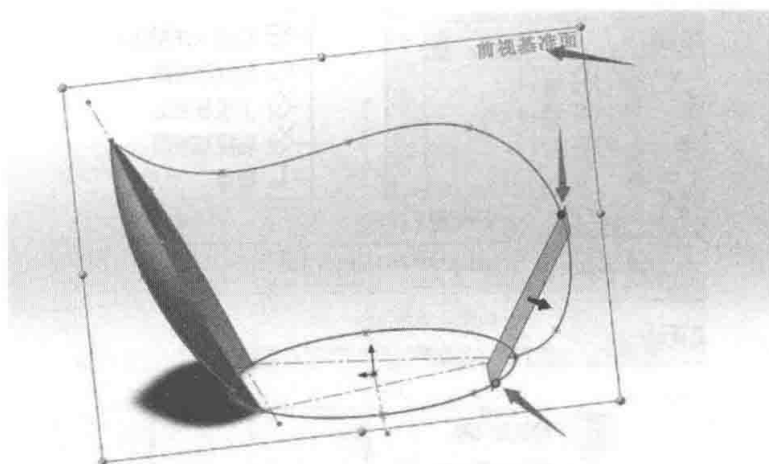

图 3-52 新建基准面 2
- (3) 将吸收到放样命令里的草图显示出来，新建基准面，选择两点和前视基准面，新建基准面 2，如图 3-52 所示。